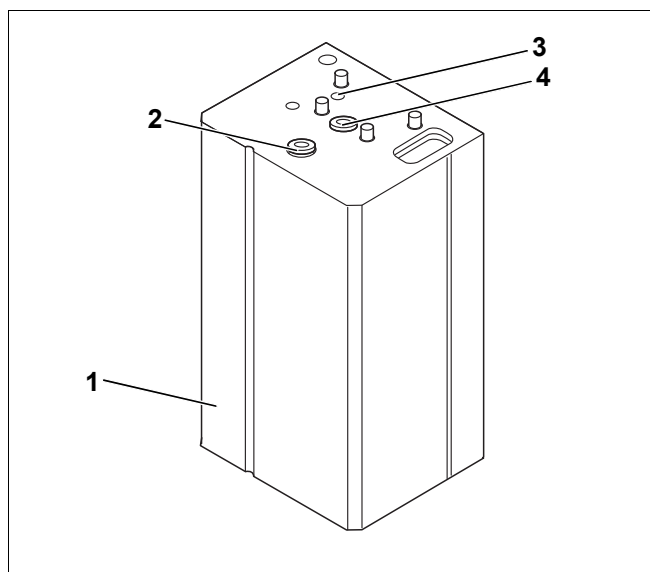

Рис. 1 Бак-водонагреватель HT/HC/H110 W
- Бак-водонагреватель с антикоррозионной защитой. Антикоррозионная защита состоит из гигиенической термоглазури Buderus DUOCLEAN MKT и катодной защиты в виде магниевого анода (рис. 1, [2]).
Через контрольное отверстие (рис. 1, [4]) можно визуально контролировать бак-водонагреватель.
- Облицовка с теплоизоляцией (рис. 1, [1])
Температурный датчик, установленный в гильзу (рис. 1, [3]), регистрирует фактическую температуру горячей воды, передаёт её системе управления отопительной установкой, которая осуществляет регулирование системы для обеспечения нужной температуры.